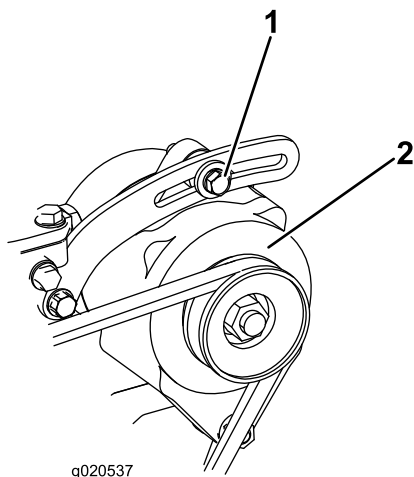

図 90
1. たわみが 10 mm でない場合には、オルタネータ取り付けボルトをゆるめる 図 90。